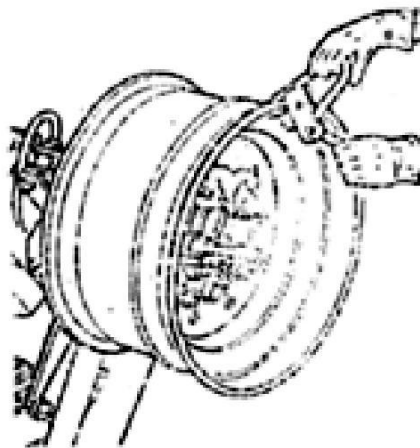

Fig13
- (1) Зафиксируйте обод с помощью гидравлического зажимного устройства.
- (2) Смажьте оба борта шины и края шины специальным смазочным материалом.
- (3) Установите тиски самой верхней точке на внешнем крае обода (рис. 13).